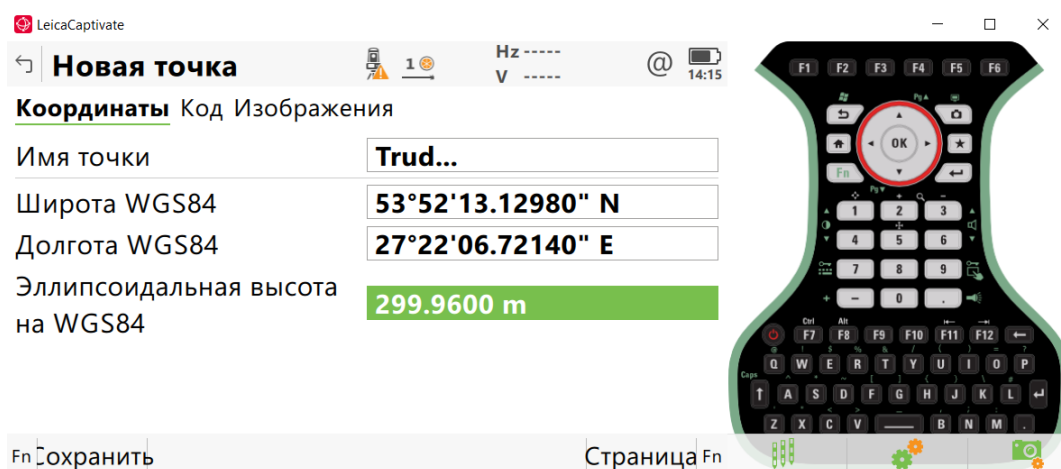

Рисунок 6 – Создание точки
6. Из файла вводим значение координат и эллипсоидальной высот точки в системе WGS-84 и сохраняем значения (рис. 6):